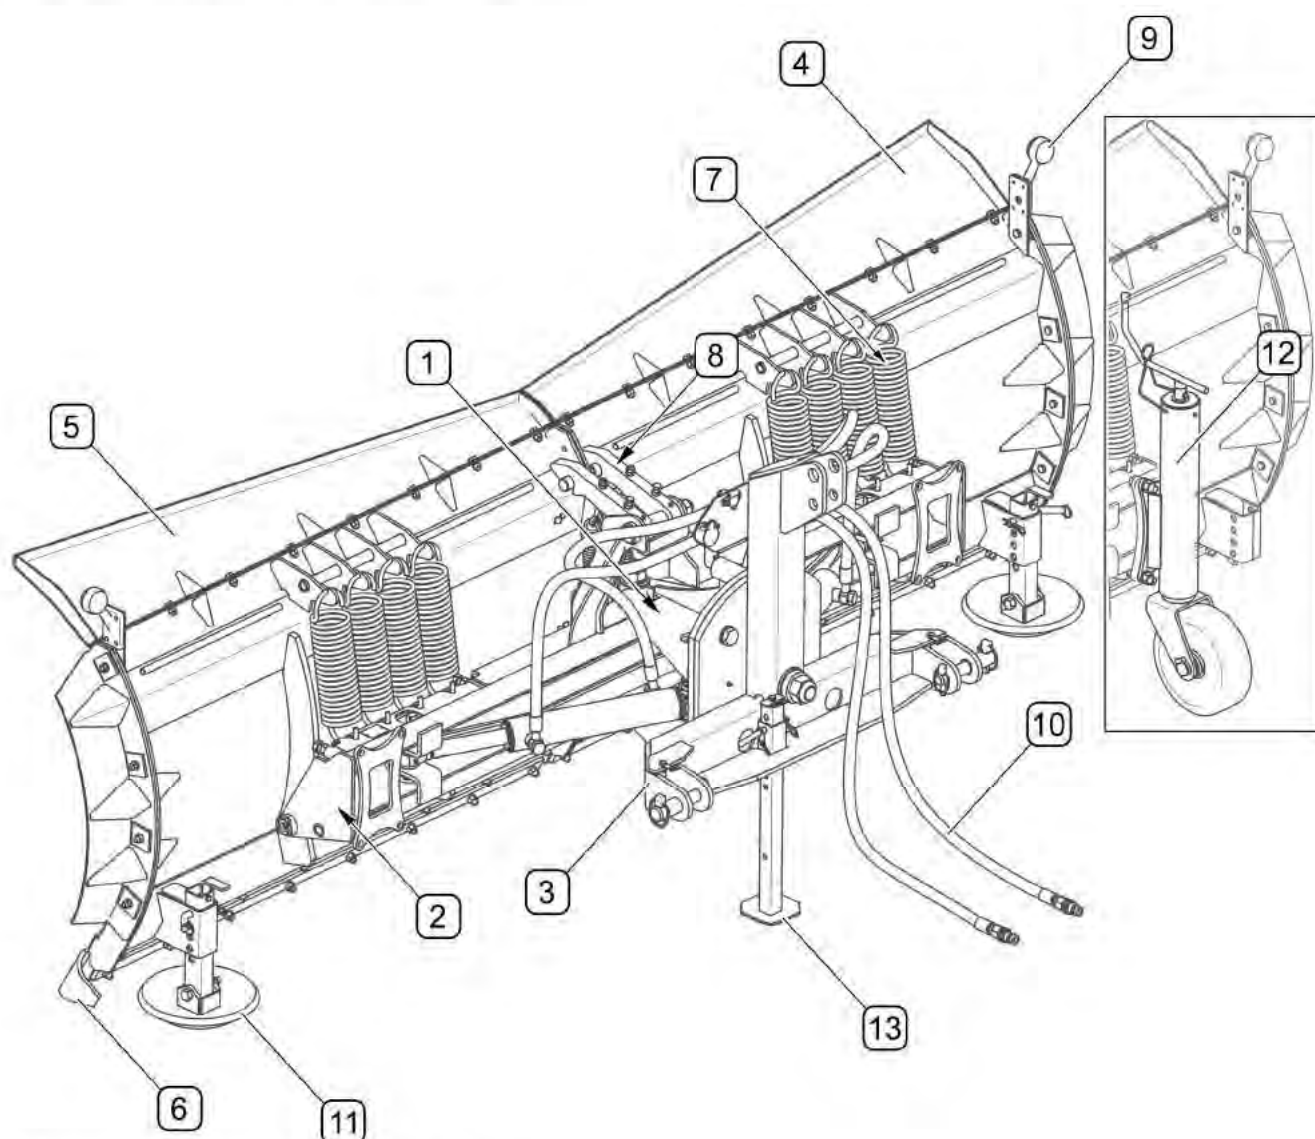

РИСУНОК 3.2 Общее устройство
(1)- рама гидроцилиндров; (2)- рама отвалов; (3)- система навески; (4)- правый отвал плуга; (5)- левый отвал плуга; (6)- нижние кромки отвалов; (7)- натяжные пружины; (8)- собачки блокирующего механизма; (9)- электрическая система боковых габаритных фонарей; (10)- гидравлическая система; (11)- скользуны; (12)- ходовые колеса (опция); (13)- стояночная опора
Плуг PU-2600/PU-3300 (РИСУНОК 3.2) состоит из рамы отвалов (2), которая соединяется с рамой гидроцилиндров (1) при помощи цапфы. К раме отвалов независимо крепятся правый (4) и левый (5) отвалы. Благодаря пружинам (7) при наезде на препятствие отвалы могут независимо отклоняться вперед и возвращаться в рабочее положение. Каждый отвал оснащается нижней резиновой или металлической